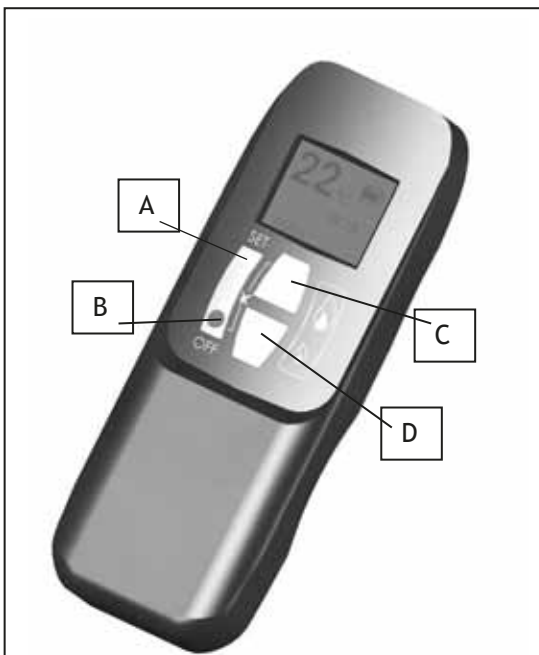

fig. 1.1 Fjernkontroll
Press og hold RESET knappen med en spiss gjenstand (en penn eller lignende) til du hører to pip. Etter det andre litt lange pipet så slippes RESET knappen. Innen 20 sekunder trykk på D knappen (fig. 1.1 Side 8) til du hører et langt signal som bekrefter at senderkode er satt.
Trykk på AV-knappen (knapp B fig. 1.1) på fjernkontrollen. Dette vil slukke alle brennere inkludert pilotflammen.
Merk: - Hvis du gjentatte ganger trykker på den lille flamme knappen (knapp D fig. 1.1) vil brennerne skrues av men pilotflammen vil være tent.
For å øke flammen, trykk på den store flamme knappen (knapp C fig 1.1.).
For å redusere flammen, trykk på den lille flamme knappen (knapp D fig 1.1.).
Trykk samtidig på OFF og LITEN FLAMME (knapper B og D fig. 1.1) inntil displayet skifter fra Fahrenheit/12 timers klokke til Celsius/24 timers klokke og vice versa.
B. Samtidig å trykke på STOR FLAMME og LITEN FLAMME (knapper C og D fig. 1.1)
Trykk på STOR FLAMME (knapp C fig. 1.1) for å stille timer.
Trykk på LITEN FLAMME (knapp D fig. 1.1) for å stille minutter.
Trykk OFF (knapp B fig. 1.1) for å gå tilbake til standard driftsmodus eller bare vent og den vil gå tilbake til standard modus etter ca. 15 sekunder.